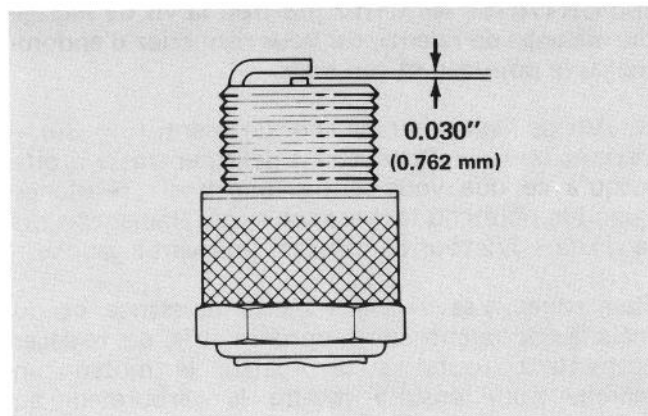

Figure 29
3. Réglez l'écartement des électrodes de la bougie neuve à 0.030" (0.762 mm) (Fig. 29). Posez ensuite la bougie dans la culasse. Serrez-la à 15 lb/pi. (20.4 N° m). Si vous ne vous servez pas d'une clé dynamométrique, serrez-la fermement.